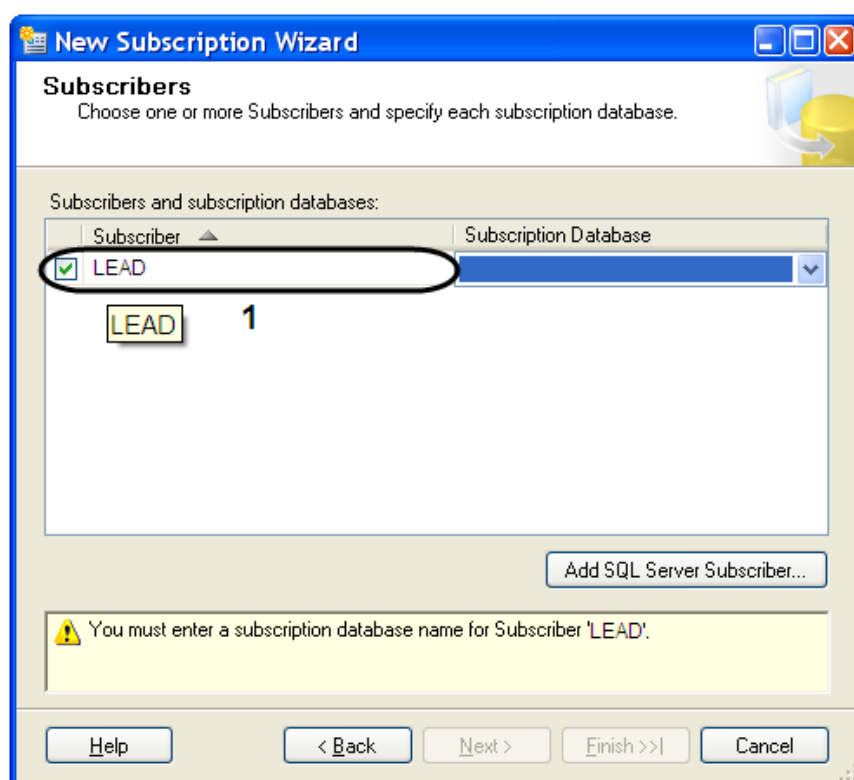

Рис. 11.3—15. Выбор подписчика
12. Выбрать базу данных подписчика из раскрывающегося списка «Subscription Database» (Рис. 11.3—16, 1).